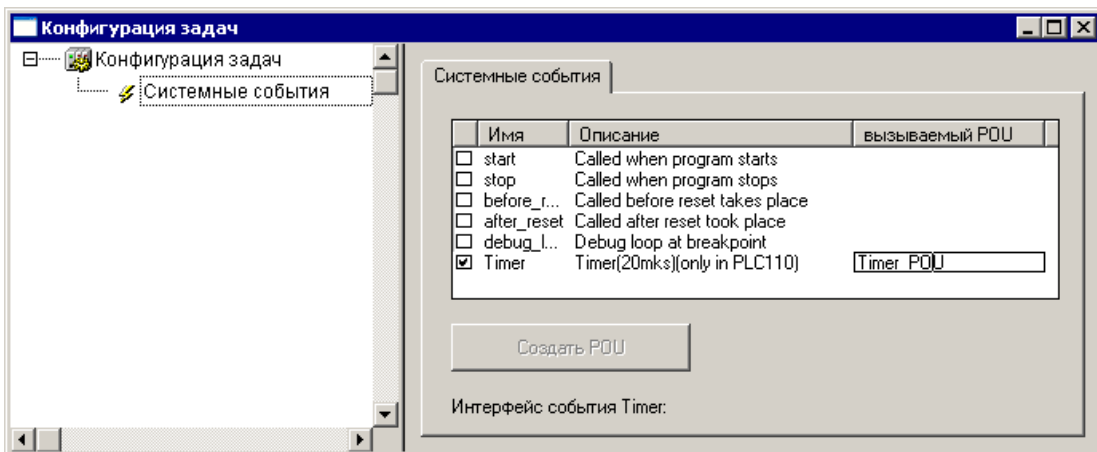

Рисунок 9.2 – Окно режима «Конфигурация задач (Task Configuration)»
- 5) Для подключения POU к прерыванию таймера следует перейти в режим «Конфигурация задач (Task Configuration)» ПО CoDeSys; для входа в режим следует перейти на вкладку «Ресурсы» Организатора объектов ПО и выбрать строку «Конфигурация задач (Task Configuration)». Откроется окно режима (см. рисунок 9.2). В левой части окна режима – выделить строку «Системные события (System events)». В правой части окна отобразится доступный для выбранного контроллера список прерываний «Системные события (System events)». Следует выбрать прерывание «Timer» (установить флажок в поле соответствующего переключателя) и в колонке «Вызываемый POU (called POU)» указать имя созданного POU (в примере – «Timer_POU»). Использовать кнопку Create POU не следует, т.к. она создает POU типа Function, а для работы требуется POU типа Function.